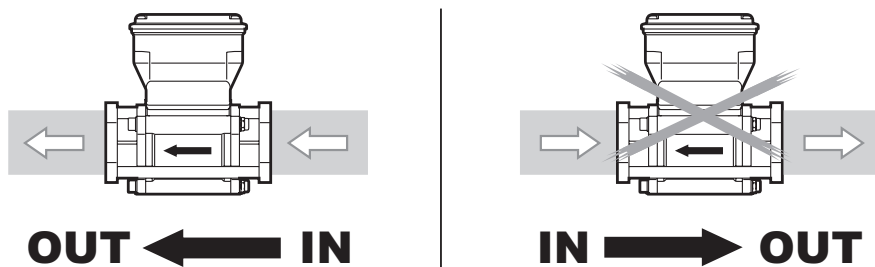

Fig. 3
- Respetar la correcta **dirección de entrada-salida del líquido**, como indica la flecha estampada en el cuerpo del medidor de flujo (Fig. 3).